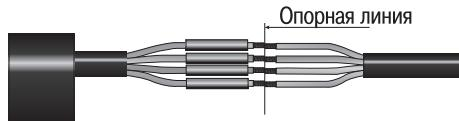

Рисунок 3
- 4.7 Развести жилы для удобства монтажа с изгибом радиусом десятикратного диаметра кабеля по наружному покрову, не менее, и обрезать жилы по опорной линии (для одножильного кабеля операцию пропустить) (рисунок 3).